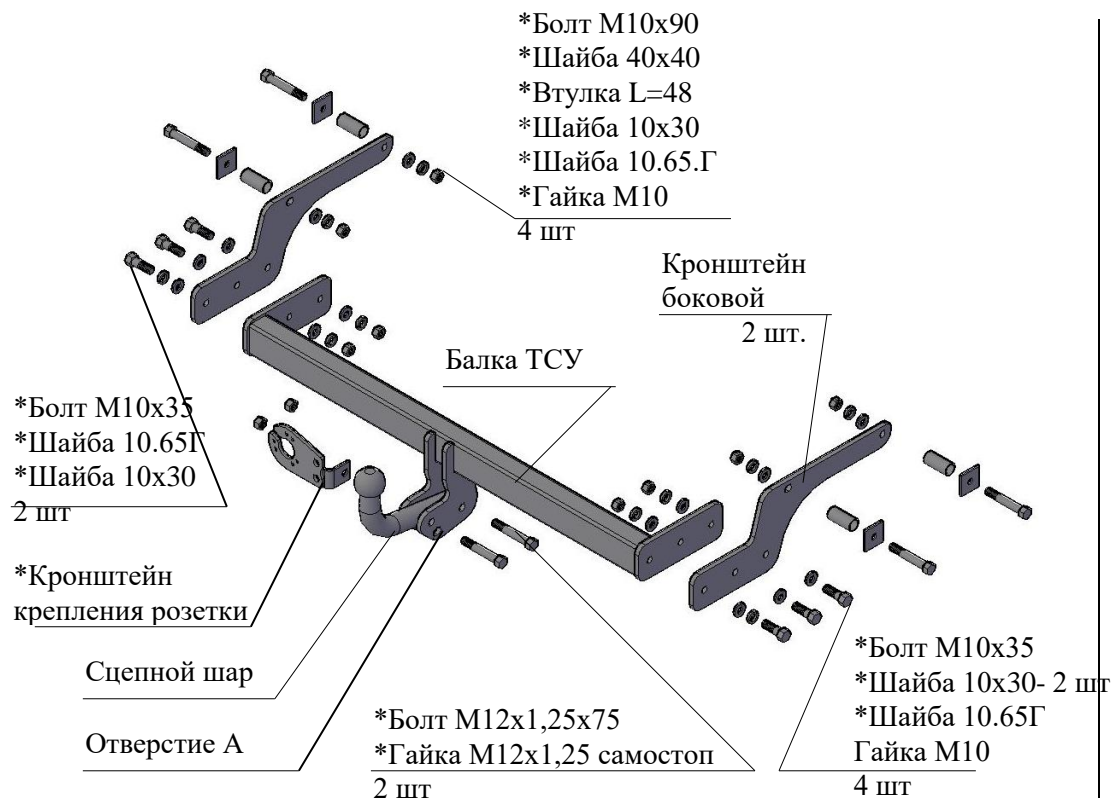

Рис.1 Тягово-сцепное устройство ТСУ 9012.
2.1 ТСУ 9012 в сборе (рис.1)	1 шт.
2.2. Пакет комплектующих ( рис.1)